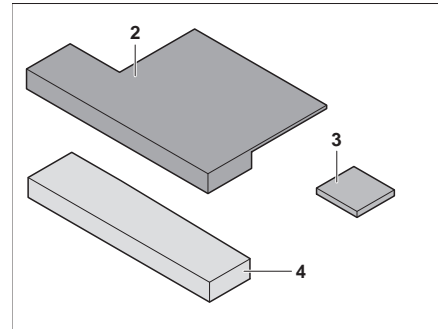

Fig. 141 Cuscino aggiuntivo
- Applicare l'elemento di seduta (Fig. 141,3) sul cuscino aggiuntivo (Fig. 141,2) (con chiusura a velcro).